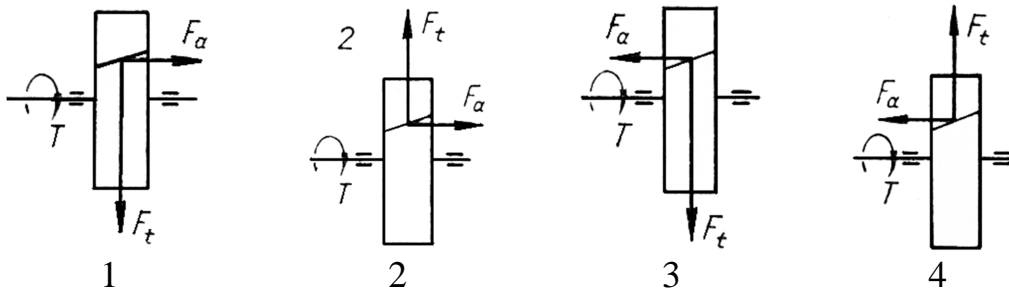

Рисунок 2.4
6. Какая схема действия сил на зуб шестерни верна (рис. 2.4)?